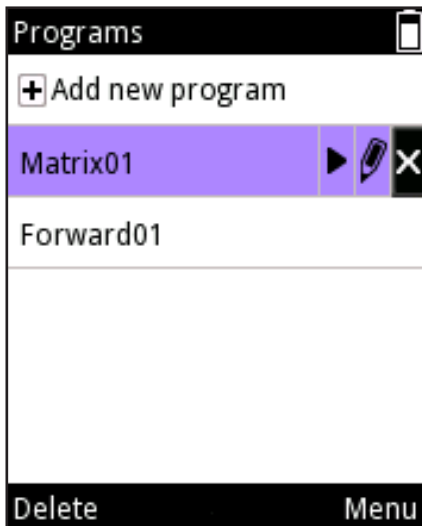

図 D39
3. 、 を使用して  アイコンをハイライトし、 (Delete(削除))を押します (図 D39)。